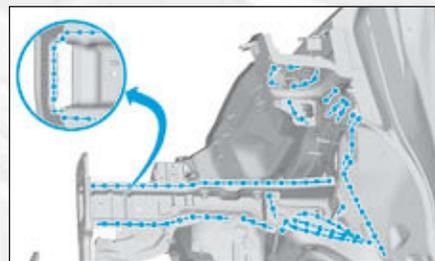

FIG.53
• Préparer les zones d'accostages sur la caisse (Fig.53).